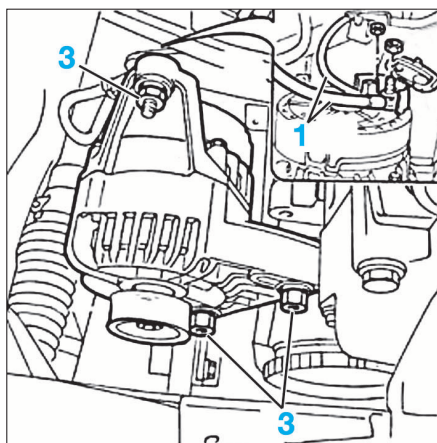

FIG. 26
- Déconnecter les câbles d'alimentation (1) (Fig.26).
- Déposer les fixations (2).